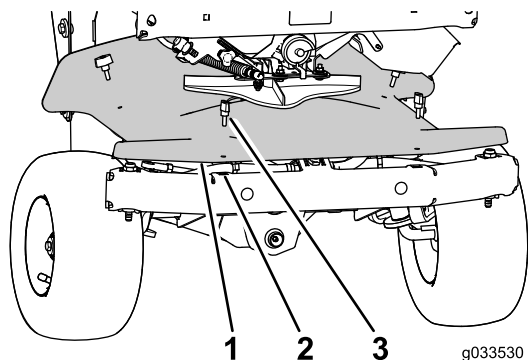

Figure 32
3. Retirez les 4 vis à oreilles qui fixent le couvercle avant (sous la turbine) au châssis et déposez le couvercle (Figure 32).